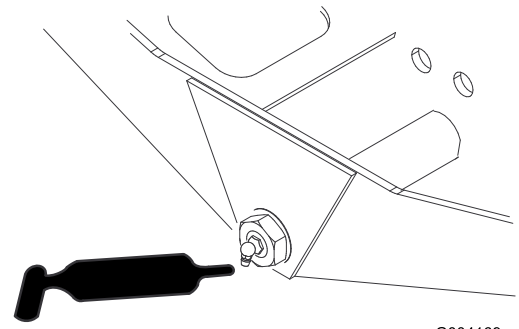

Bild 35
- Achsenlenkungsgelenk (1) (Bild 35)